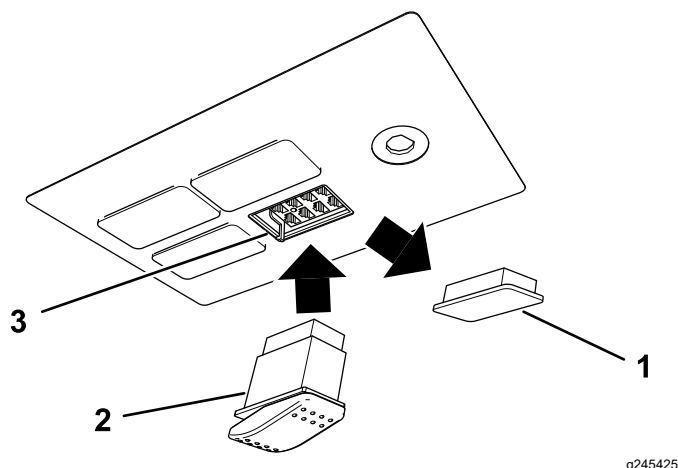

Bild 11
9. Entfernen und werfen Sie die Blende von der leeren Stelle vorne links in der Schalterplatte weg (**Bild 11**).
10. Stecken Sie den elektrischen Anschluss in den Schalter und befestigen Sie den Schalter in der Schalterplatte (**Bild 11**).